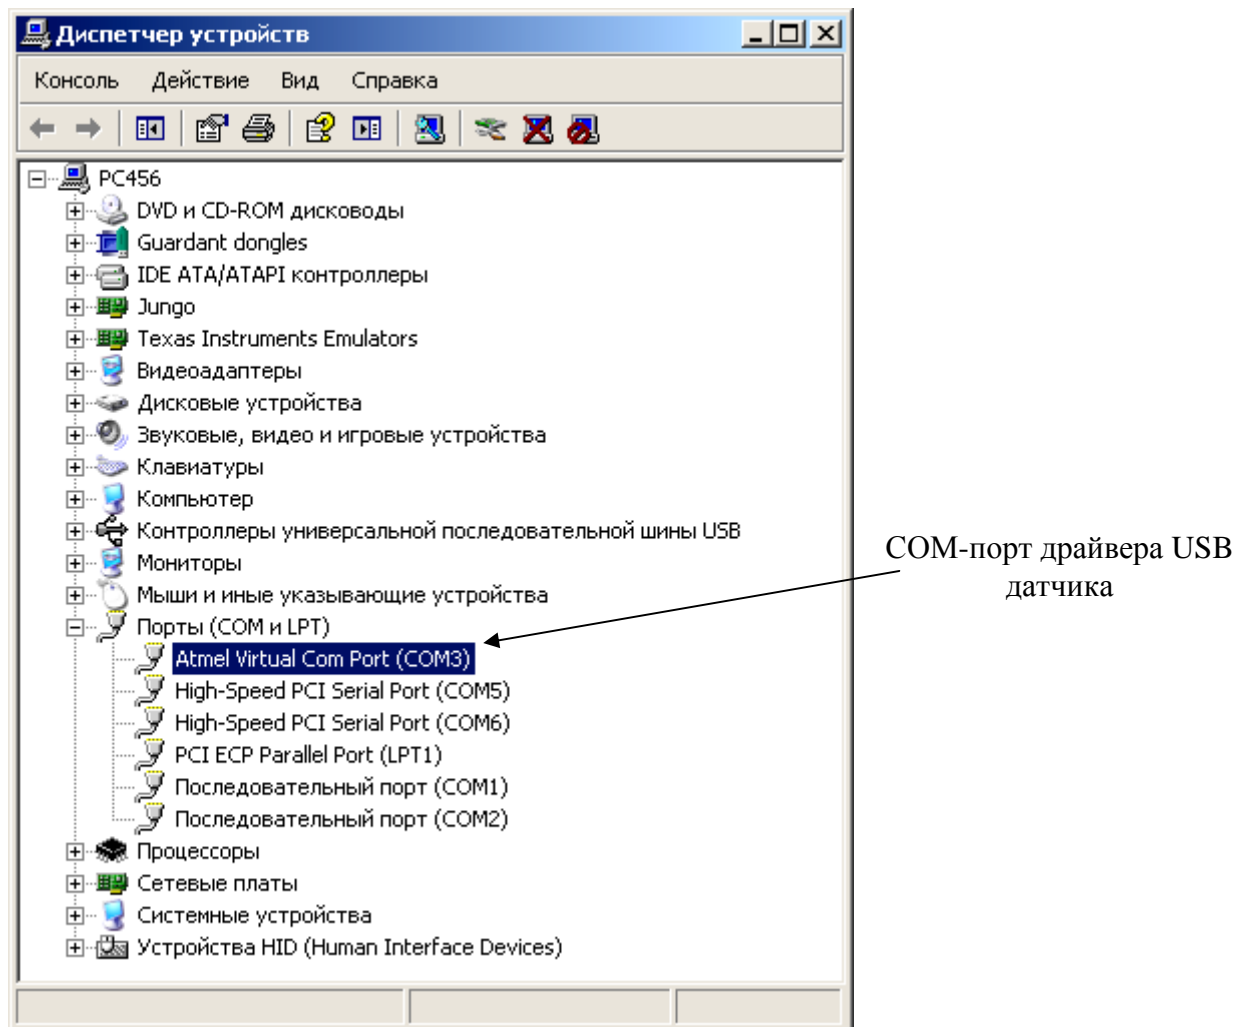

Рис. 3.2 – Окно диспетчера устройств Windows
3. Откройте окно диспетчера устройств Windows (см. меню «ПУСК» → «Мой компьютер» → «Свойства» → «Оборудование» → «Диспетчер устройств»). В списке устройств раздела «Порты (COM и LPT)» присутствует запись «Atmel Virtual COM Port (COM n)», где n – номер COM-порта, который нужно будет ввести в программу для связи с датчиком по каналу USB (см. Рис. 3.2).
- выпадающий список «COM-порт». Предназначен для выбора нужного COM-порта для связи с датчиком. Номер COM-порта можно узнать в диспетчере устройств Windows: кнопка «ПУСК» → «Мой компьютер» → «Свойства» → «Оборудование» → «Диспетчер устройств» (см. Рис. 3.2);